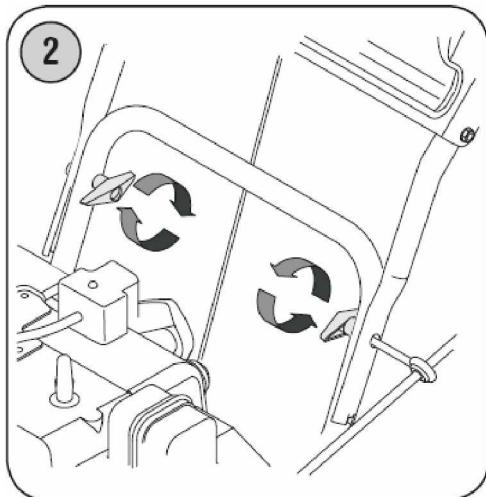

Рис. 2.
b. Затяните зажимные рукоятки для закрепления верхней и нижней частей рукоятки управления. См. Рис. 2.